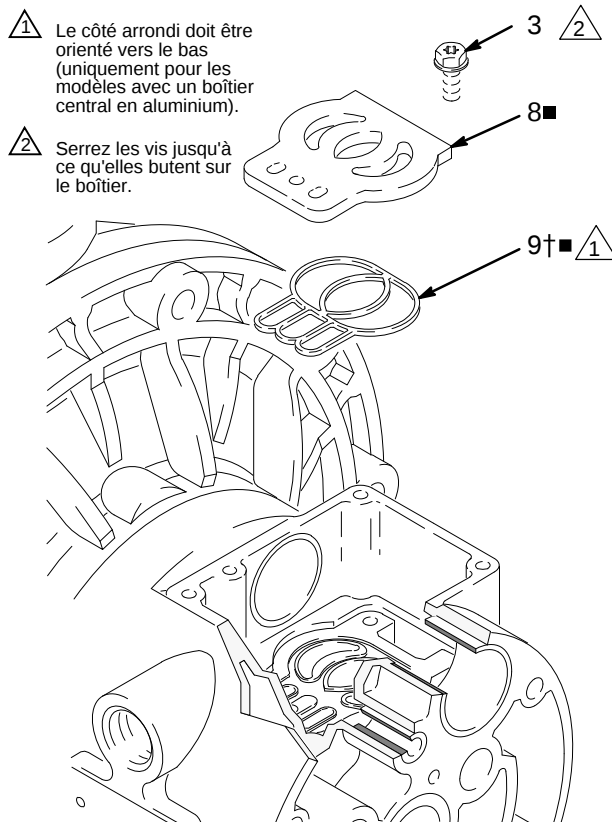

FIG. 9
5. Vérifiez le plateau de vanne (8■) en place. S'il est endommagé, utilisez un tournevis Torx (T20) ou une clé à douille de 7 mm (9/32 po.) pour retirer les trois vis (3). Enlever la plaque de la vanne (8■) et enlevez le joint (9) sur les modèles avec un corps central en aluminium uniquement. Consultez Fig. 9.
2. Sur les modèles avec un corps central en aluminium, mettez le joint de la plaque de vanne (9) dans la rainure au fond de la cavité de la vanne. La partie arrondie du joint **doit être orientée vers le bas** dans la rainure. Consultez FIG. 9.
3. Installez la plaque de vanne (8) dans la cavité. Dans le cas des modèles avec boîtier central en aluminium, la plaque est réversible, de sorte que les deux faces peuvent être orientées vers le haut. Placez les trois vis (3) en utilisant un tournevis Torx (T20) ou une clé à douille de 7 mm (9/32 po.). Serrez jusqu'à ce que les vis butent sur le boîtier. Consultez FIG. 9.